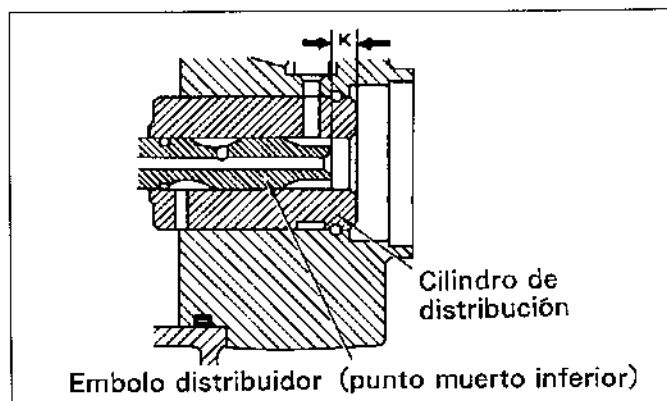

Figura.14-25 Carrera "K"
La carrera "K" se refiere a la distancia desde el extremo del cilindro de distribución al extremo de avance del émbolo distribuidor con el émbolo distribuidor situado en el punto muerto inferior y el resorte del émbolo distribuidor no instalado. (Vea la figura.14-25) La carrera "K" puede ajustarse usando una laminilla de resorte de émbolo distribuidor ⑨ de espesor distinto.